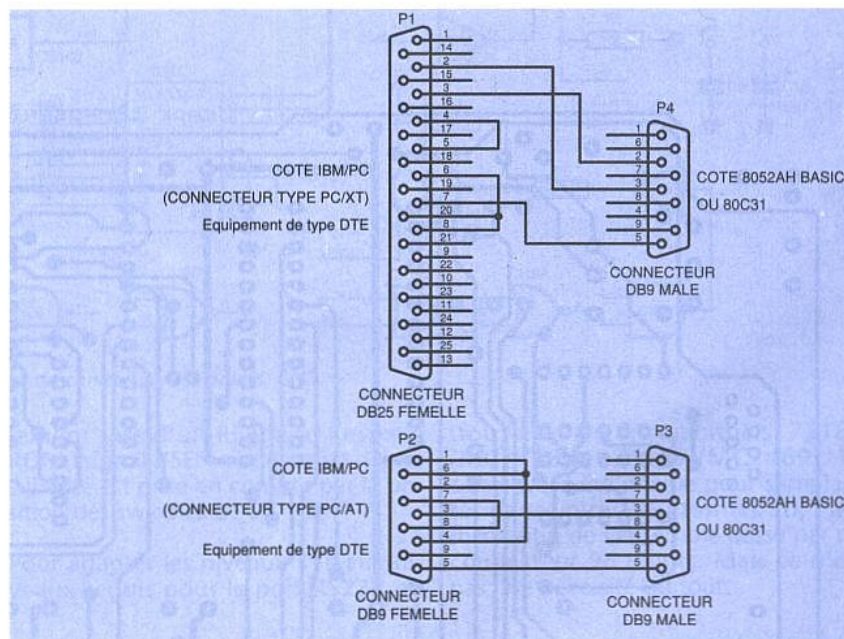

Figure 5 : le câble à réaliser pour se connecter sur le pont série d'un PC compatible.
Les dessins du circuit imprimé double face donnés en figure 3 pour le recto, et en figure 4 pour le verso. Quant à l'implantation des composants, vous pourrez vous aider de la figure 5. Rien de particulier n'est à signaler, si ce n'est le fait que les DIP SWITCHES ne sont pas toujours évidents à trouver chez les revendeurs par réseau de cinq. C'est pourquoi le circuit imprimé a été dessiné pour des réseaux de huit interrupteurs.
■ Figure 5 : l'implantation de la carte interne bufférée.
port à l'axe. Pour faire communiquer la carte il faudrait alors réaliser un câble qui n'aurait plus rien de standard. Pour information, vous trouverez en figure 5 le schéma du câble à réaliser pour vous connecter avec le port série d'un PC compatible IBM.